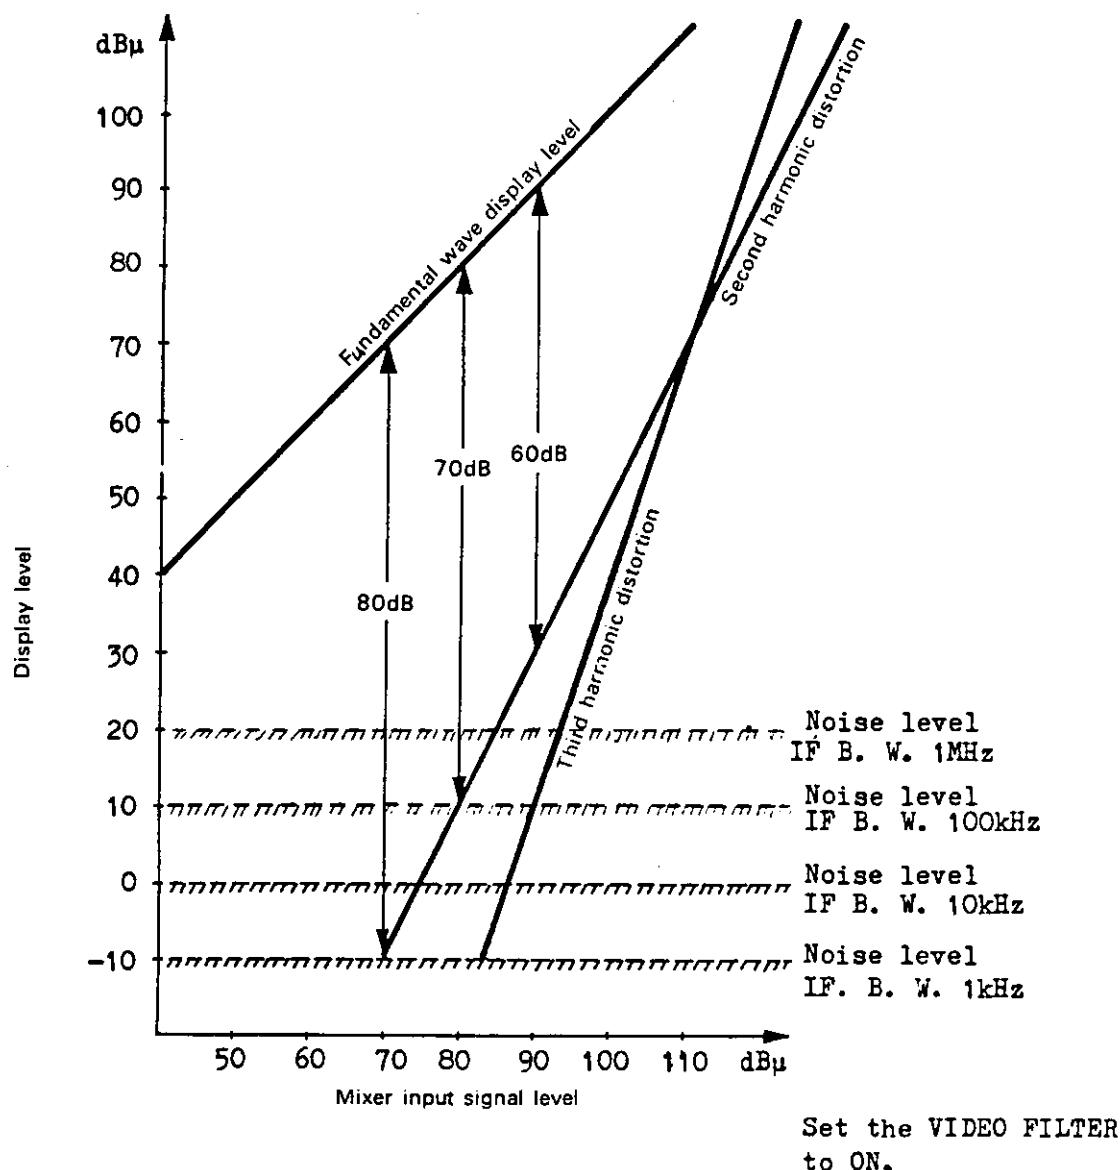

図3-11 ミキサの高調波歪および測定ダイナミック・レンジ
- (7) **RF ATT.** スイッチは、入力信号が未知の場合、値の大きい方から小さい方に切り換えていきます。
- (8) 高調波歪やスプリアス測定においては、内部ミキサ部で発生する高調波歪に注意しなければなりません。このミキサ部で発生する高調波歪は、図 3-11 に示すようにミキサに 80 dB $\mu$  の信号を入力したとき、2 次高調波歪は -70 dB, すなわち 10 dB $\mu$  発生し、ミキサ入力レベルが 10 dB 変化すると 20 dB 変化します。したがって、基本波レベルより 60 dB 以下のレベルの高調波を測定する場合には、ミキサ入力レベルが 70 dB $\mu$  ~ 90 dB $\mu$  になるように **RF ATT.** スイッチを調整します。
- (9) **IF GAIN**スイッチは、レベルの小さいスペクトラムを大きくして観察する場合に使用します。